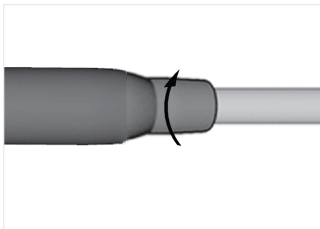

FIG. 3
4. Segurando o motor, aparafuse por completo a manga do tubo flexível à ligação traseira do motor FIG. 3.